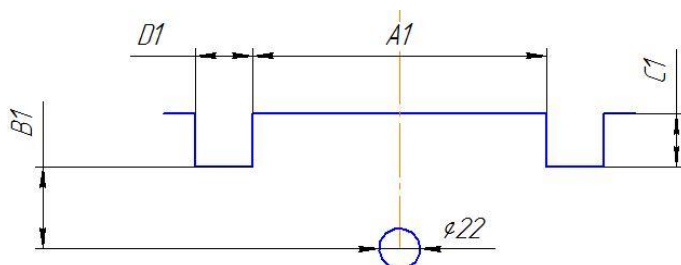
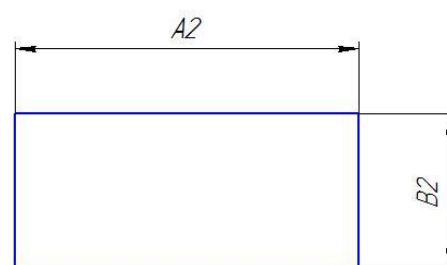

рис.1
рис.2
8.4.2.5 Холодильные моноблоки устанавливаются на боковых стенах камеры. Для МС, МН-12,13,21,31,32,41 на боковой панели выполняется отверстие, в соответствии с рис.1, для МС, МН-51,52 в соответствии с рис.2.